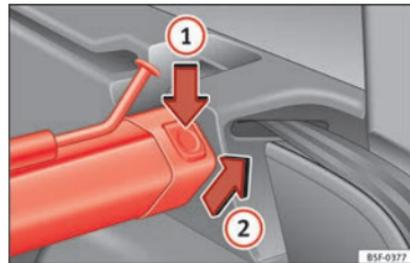

Abb. 168 Im Kofferraum: Trennwandnetz ausbauen.
- Linke oder rechte Entriegelungstaste » Abb. 168 in Pfeilrichtung ① drücken.
- Stützschar in Pfeilrichtung » Abb. 168 ② abnehmen.
- Schale der Träger links und rechts entgegen der Pfeilrichtung drücken » Abb. 168 ②, bis diese einrastet.